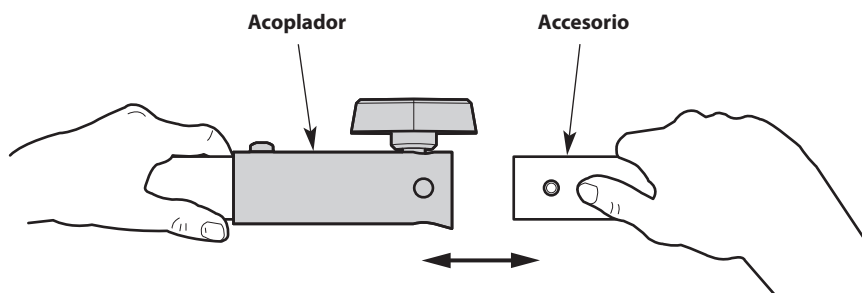
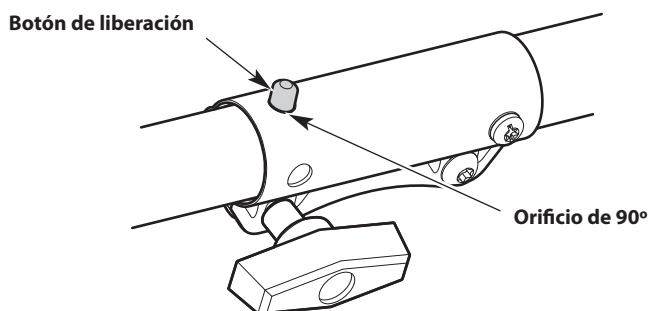

Fig. 2
Fig. 3
4. Presione el accesorio directamente dentro del acoplador (Fig. 2) hasta que el botón de liberación encaje a presión firmemente del orificio de 90° (Fig. 3).
3. Oprima y mantenga apretado el botón de liberación (Fig. 3).
4. Tire del accesorio directamente hacia fuera del acoplador (Fig. 2).